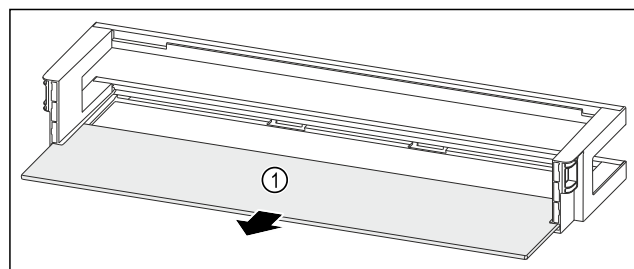

Fig. 257 Дверная полка со съемной полкой
- Извлеките съемную полку Fig. 257 (1).